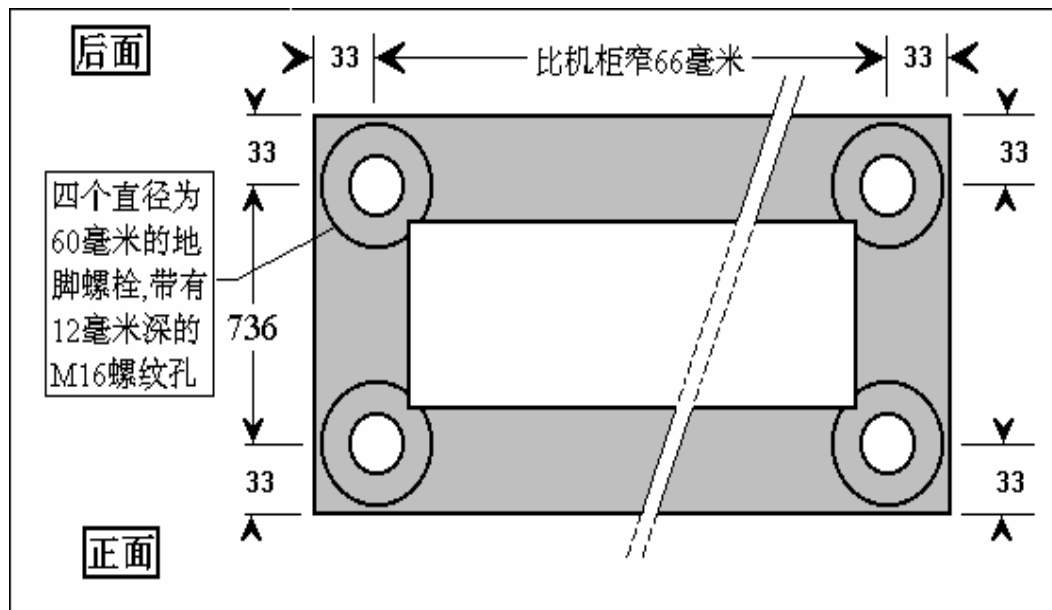

图31. 机柜的地脚螺栓
10.9 地板的承重(图31)
2. 地脚螺栓的准确位置在图31中已标出；